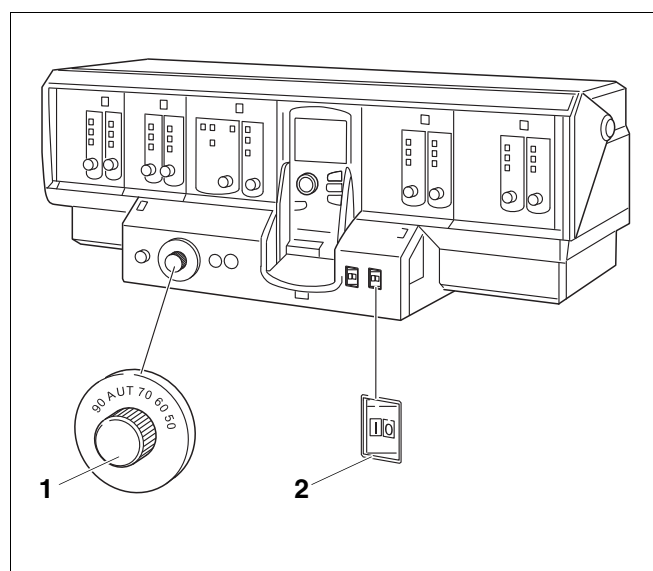

Fig. 2 Dispozitiv de reglare (în cazul de față: Logamatic 4312)
Puneți în funcțiune cazanul de încălzire prin intermediul dispozitivului de reglare (în exemplul de față, Fig. 2: Logamatic 4312). Prin punerea în funcțiune a dispozitivului de reglare se pune în funcțiune și arzătorul. Arzătorul va fi pornit direct de către dispozitivul de reglare. Informații suplimentare în acest sens puteți obține din instrucțiunile de utilizare a dispozitivului de reglare respectiv sau a arzătorului.
- Reglați regulatorul de temperatură a apei cazanului (Fig. 2, [1]) pe "AUT".
- Apăsăți întrerupătorul de funcționare (Fig. 2, [2]) în poziția "I".
Scoateți din funcțiune cazanul de încălzire prin intermediul dispozitivului de reglare (în exemplul dat, dispozitiv de reglare 4212 – Fig. 2, pagina 9). Odată cu scoaterea din funcțiune a dispozitivului de reglare, se oprește automat și arzătorul.
- Apăsăți întrerupătorul de funcționare (Fig. 2, [2]) în poziția "0" (ÎNCHIS).